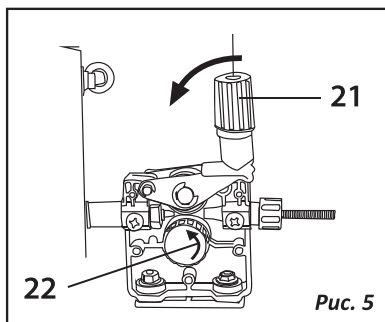

Рис. 5
5. Регулировка ролика подачи проволоки (Рис. 5)